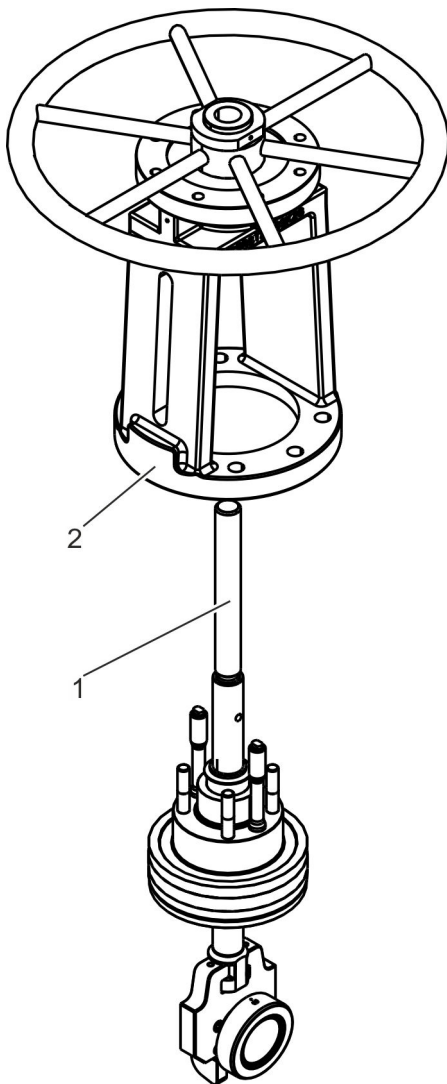

Abb. 41: Spindel herausdrehen
- 17.** Spindel (Abb. 41/1) aus der Gewindebuchse am Bügelaufsatz (Abb. 41/2) herausdrehen.